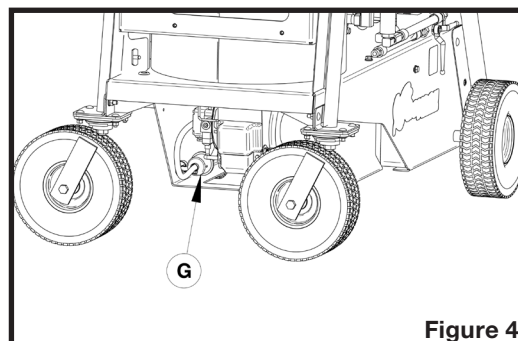
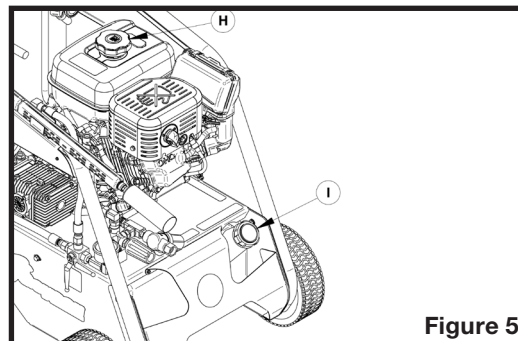

Figure 4
Figure 5
5. Installer le compartiment de rangement (F sur la figure 4) à l'aide des boulons 5/16" NC x 1", des rondelles freins 5/16" et des rondelles plates 5/16" (G, H et I sur la figure 5).
5. Vérifier l'état du filtre d'huile (G sur la figure 4). Remplacer le filtre s'il est endommagé ou sale.
1. Enlever le bouchon (H sur la figure 5) du réservoir d'essence du moteur.
4. Enlever le bouchon (I sur la figure 5) du réservoir d'huile.